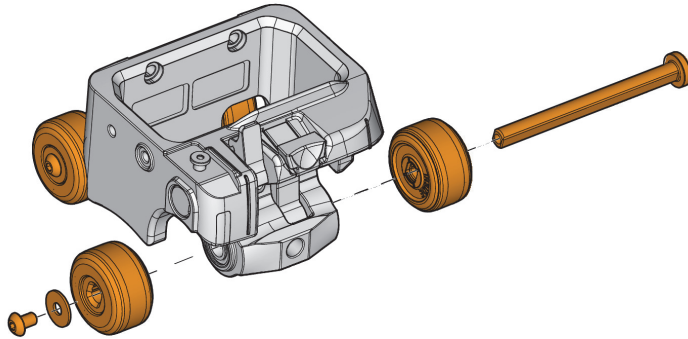

图 2-9 小车轮子
需找到小车身上的圆形突起。正确安装方向是将轴从相反的一侧插入，而轮子的安装螺钉和垫圈则从有突起的一侧装配（参见第49页的图 2-9）。
4. 将轴杆推回到小车轴承和探头托架的锁定释放杆中。需确保方向正确（参见第49页的图 2-9）。